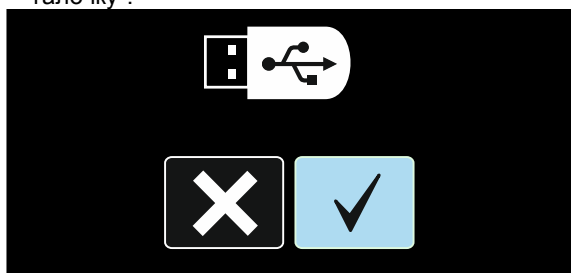

Рисунок 53
- С помощью кнопки регулировки [11] выделите "галочку". См. рис. 53.